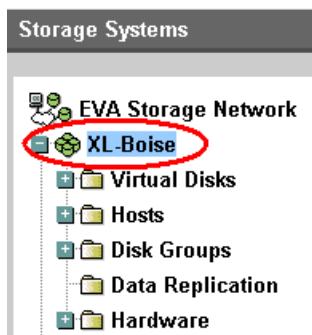

Figure 1 Sélection d'un système de stockage
1. Ouvrez HP Command View EVA et cliquez sur l'icône du système de stockage à vérifier. Voir Figure 1.